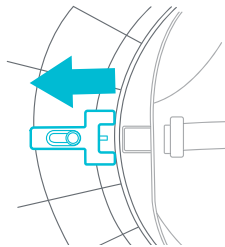

Fig. 8b
SIEMPRE asegúrese de bloquear el asiento antes de usar el modo andador. Consulte la Fig. 8b correspondiente.
- **BLOQUEO DEL ASIENTO GIRATORIO EN LA POSICIÓN DELANTERA:** Para trabar el asiento en su lugar, ubique la palanca debajo de la tapa superior. La lengüeta del asiento debe estar alineada con la palanca. Presione para trabarlo (Fig. 8b).